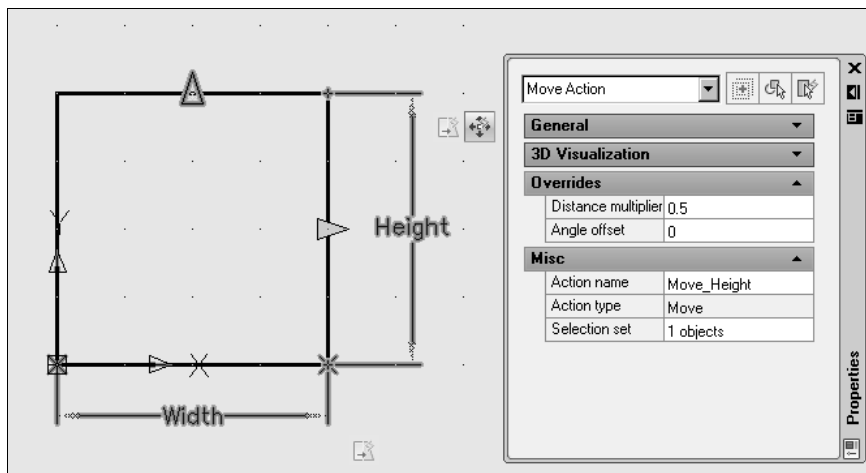

Рис. 17.14. Присвоение множителя и нового имени операции перемещения
- повторите эти же операции для параметра **Width**, выбрав в качестве базовой точки правый нижний угол прямоугольника (рис. 17.14).